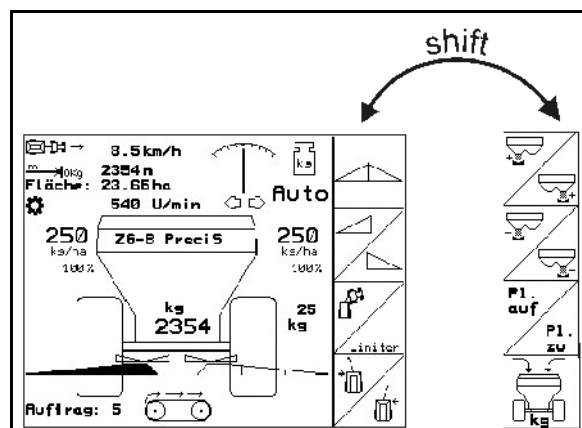

Fig. 11
- När du trycker på shift-knappen visas fler funktionsrutor (Fig. 11) och funktionsknapparnas funktion ändras.